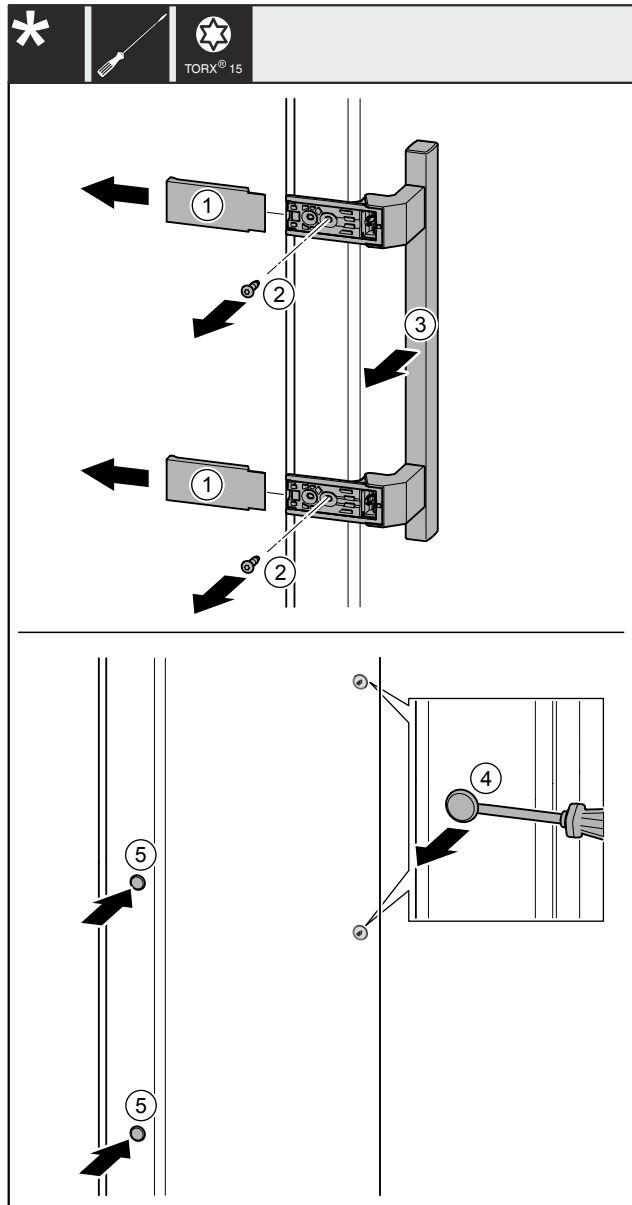

Fig. 40
- Retirer les caches *Fig. 40 (1)*.
- Retirer les vis *Fig. 40 (2)* avec un tournevis.
- Retirer la poignée *Fig. 40 (3)*.
- Soulever et retirer avec précaution le cache latéral *Fig. 40 (4)* avec un tournevis plat.
- Replacer le cache *Fig. 40 (5)* de l'autre côté.